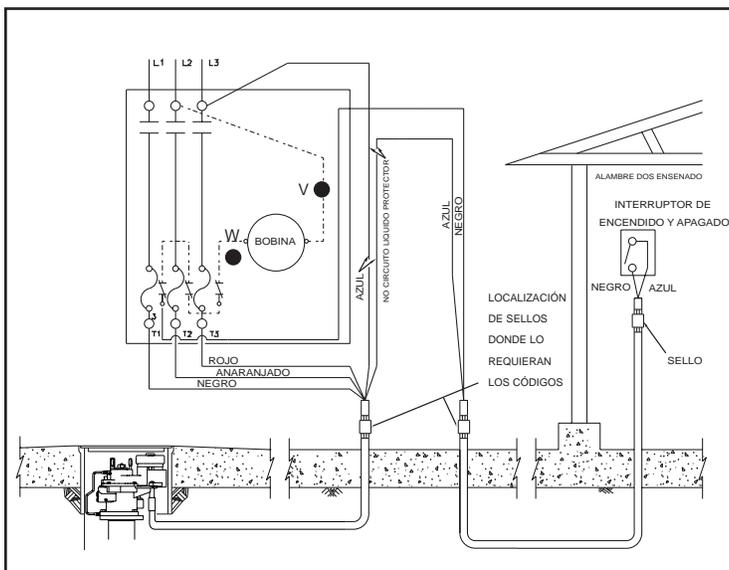

FIGURA 6
e. Las instalaciones usando distribuidores mecánicos deben conectarse para control de 2 alambres como se muestra en la Figura 6 y 7. Conecte un alambre de color negro del otro lado del interruptor de "encendido y apagado" a la terminal 3 en el arrancador magnético.